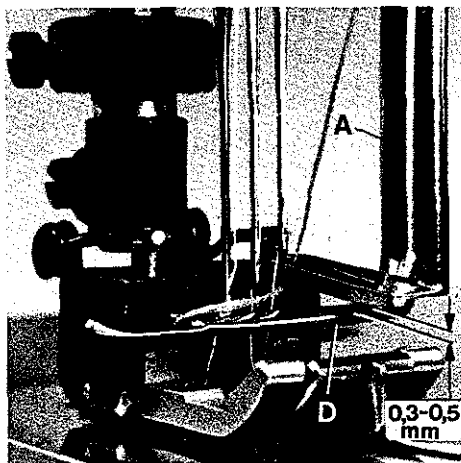
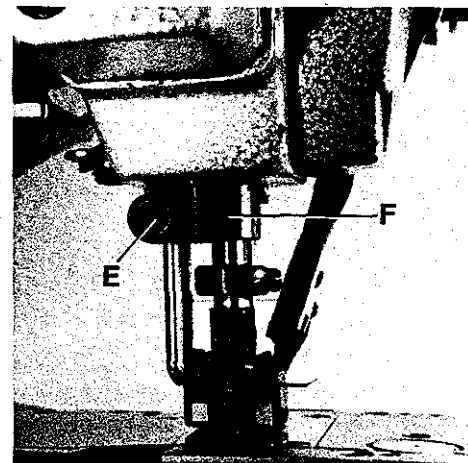

Fig.36
Fig.37
Set the spreader (D, Fig. 36) so the distance between lower edge of guide (A) and top surface of spreader is 0.3 to 0.5 mm (.012 to .020 in.) to allow the top cover thread passing freely (see Fig. 36). The inside edge of spreader must be set to clear the left needle by 0.4 to 0.8 mm (1/64 to 1/32 in.). Adjustments can be made by loosening spreader fastening screw (E, Fig. 37) accessible from the rear, inside the spreader holder, reposition spreader as required and retighten screw.
Stellen Sie den Leger (D, Fig. 36) so ein, daß zwischen der Unterseite der Führung (A) und der Legeroberseite ein Abstand von 0,3 bis 0,5 mm ist, so daß der Oberlegfaden ungehindert durchgleiten kann (siehe Fig. 36). Der Abstand zwischen Legerinnenseite und der linken Nadel soll zwischen 0,4 bis 0,8 mm betragen. Nach Lösen der Legeberfestigungsschraube (E, Fig. 37), die von hinten, innen im Legeberhalter zugänglich ist, läßt sich der Leger entsprechend einstellen. Ziehen Sie die Schraube wieder an.
Each change of the amount of spreader travel necessitates to readjust the 5.5 to 6.0 mm (7/32 to 15/64 in.) dimension between the centerline of the left needle and the point of thread carrying notch on spreader. With spreader at the extreme left end of its travel, loosen clamp screw (F, Fig. 37) in the spreader holder and turn the spreader holder as required, until the 5.5 to 6.0 mm (7/32 to 15/64 in.) dimension is reached. Retighten clamp screw.
Bringen Sie den Leger in seine linke Endstellung, lösen Sie die Pratzschraube (F, Fig. 37) im Legerhalter und drehen Sie den Legerhalter entsprechend bis der Abstand von 5,5 bis 6,0 mm erreicht ist. Ziehen Sie die Pratzschraube wieder an.